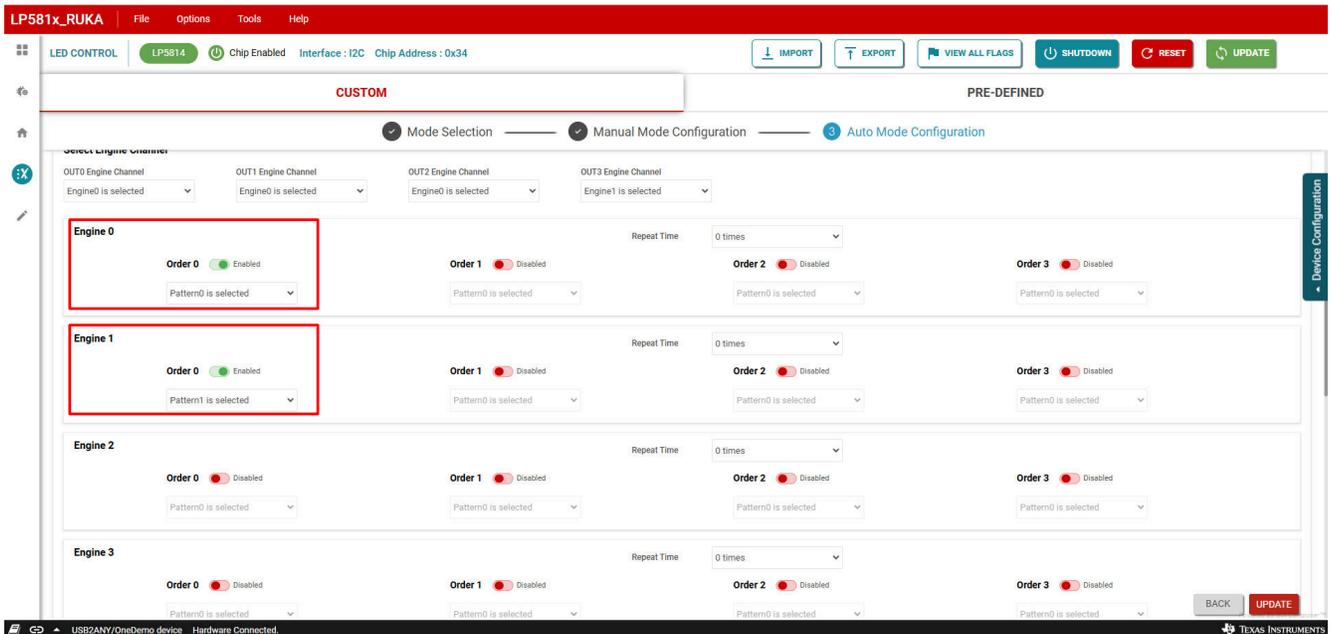

图 3-18. 引擎顺序启用
8. 单击引擎 0 控制面板下的顺序 0 旁的切换按钮，以启用引擎 0 顺序 0。从顺序 0 下拉菜单中选择选中 Pattern0，从而为引擎 0 顺序 0 选择模式 0，如 图 3-18 所示。
单击引擎 1 控制面板下的顺序 0 旁的切换按钮，以启用引擎 1 顺序 0。从顺序 0 下拉菜单中选择选中 Pattern1，从而为引擎 1 顺序 0 选择模式 1，如 图 3-18 所示。